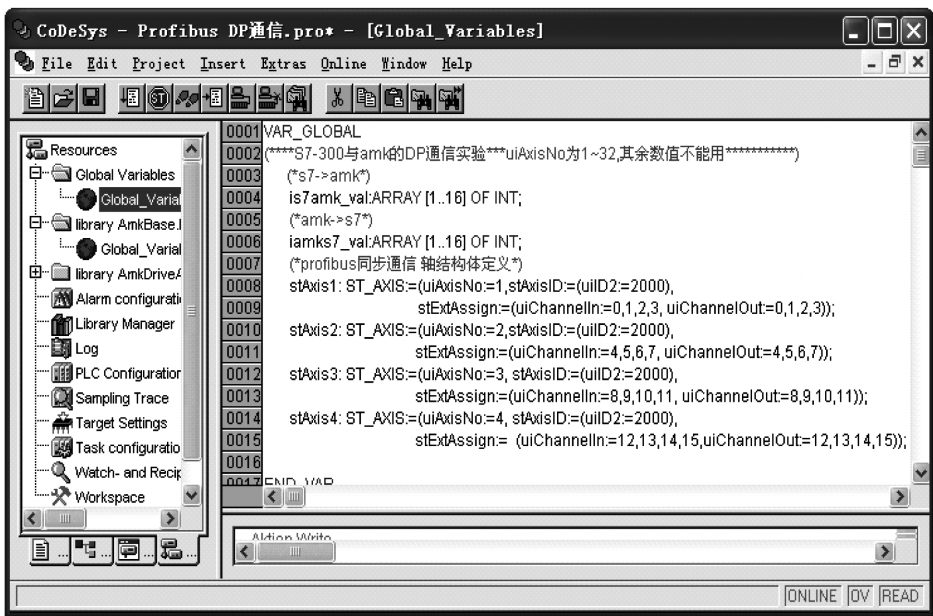

图 5-32 在“Global_Variables”变量表中定义 Profibus-DP 通信轴结构体
10) 在“Global_Variables”全局变量表中定义 Profibus-DP 通信所用的轴结构体，同时定义 is7amk_val、iamks7_val 等通信变量，该处定义的轴结构体与 Profibus-DP 功能块程序相对应，主要完成与 315-2DP 之间的 sync 通信，即同步方式通信，这里只能完成 32 个字节的通信，对应到 S7-300 GSD 地址中的第 0~31 个字节，剩余的 16 个字节通信采用普通 I/O 方式完成通信，如图 5-32 所示。